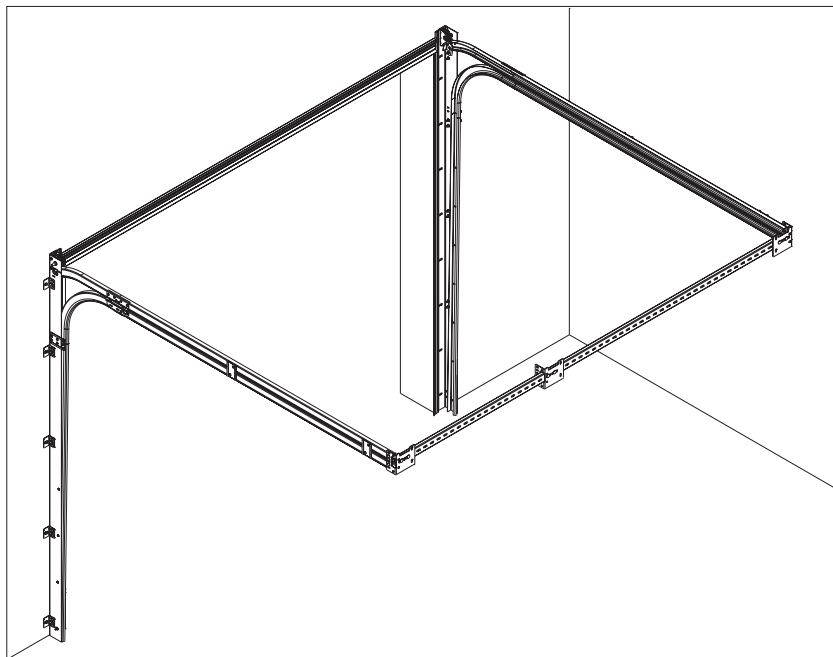

Рис. 13.
- Сборка и крепление горизонтальных направляющих к опорным стойкам показана на (рис. 13)